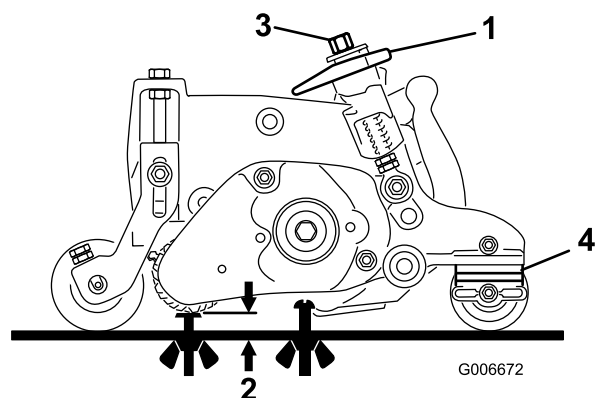

Figure 26
1. Vérifiez que le groomer est réglé à la hauteur de brossage (HDG) voulue ; voir Figure 26.